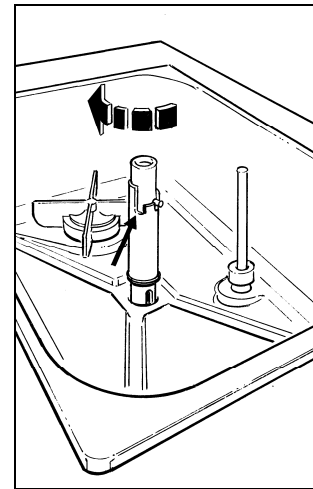

Fig. 7
- Posizionare il tubo di afflusso aria e regolarlo, sollevando e ruotando la parte mobile superiore in senso orario, nella posizione di chiusura sulla tacca inferiore indicata dalla freccia (fig. 7).